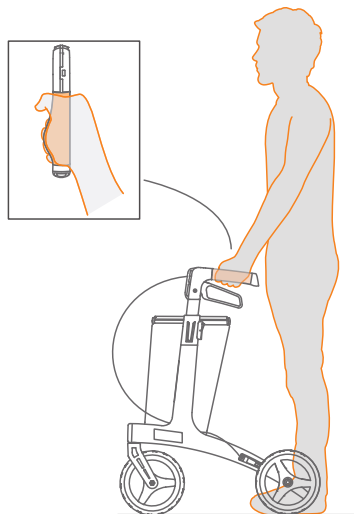

Abbildung 2: Richtige Position der Hände.
- Positionieren Sie Ihre Hände immer mittig auf den gummierten Handgriffen. Die richtige Position erkennen Sie an der anatomischen Form der Griffe (**Abbildung 2**).